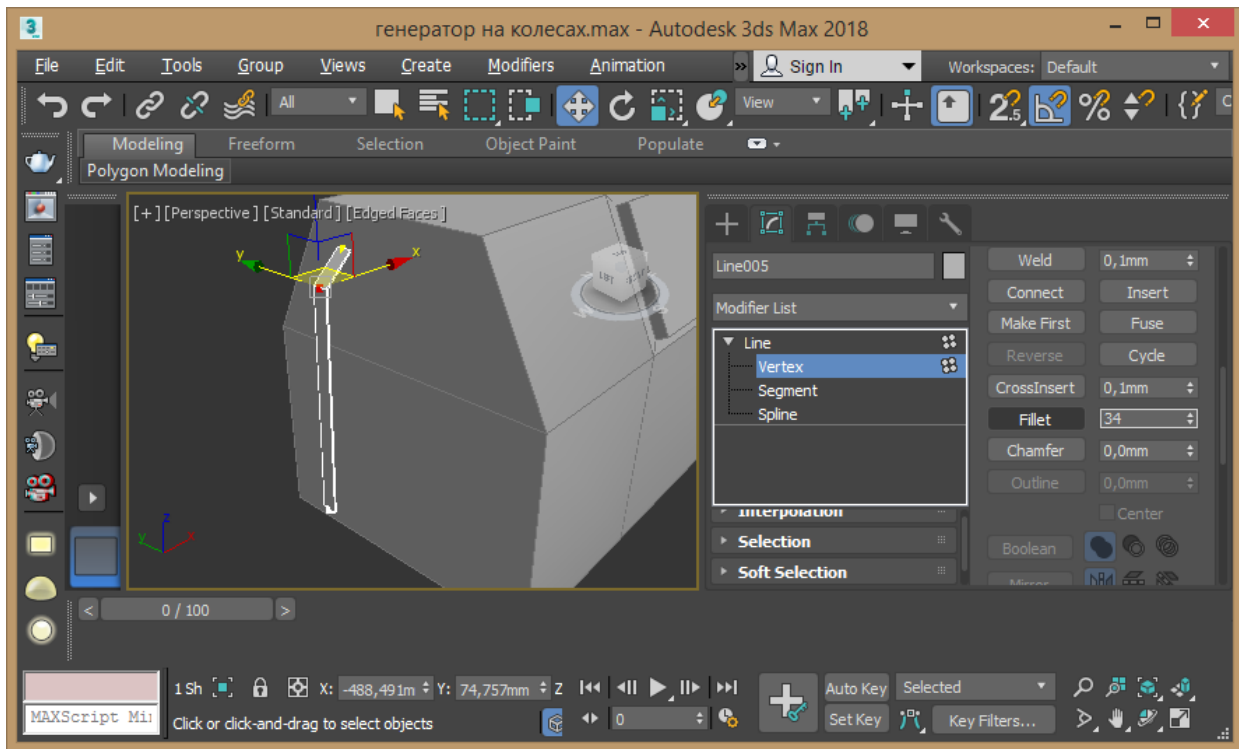

Рис. 2.8 – Побудова частини сходів
8. Перейдіть в режим редагування точок Vertex, виділіть кутову точку і округліть командою Fillet з параметром 34 (рис. 2.8). Скопіюйте із залежністю Instans побудовану частину сходів і додайте поперечини скопіювавши і повернувши на 90 градусів цю ж частину видаливши частину з округленими.